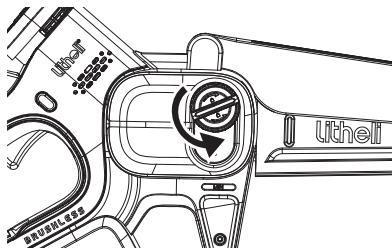

Рис. 9
2. Очистите область вокруг крышки масляного бака тканью и открутите крышку, повернув ее против часовой стрелки (Рис. 9)